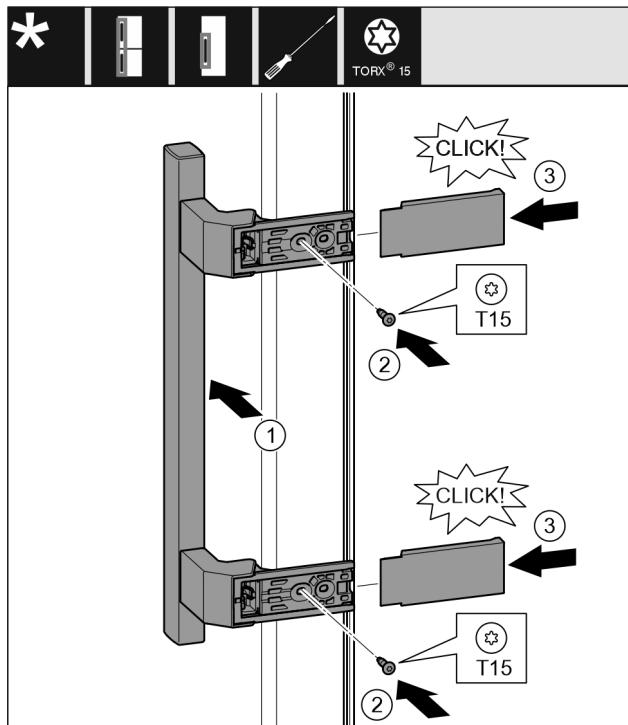

Fig. 17
- Установите ручку на противоположной стороне. Fig. 17 (1)
- Затяните винты отверткой T15. Fig. 17 (2)
- Установите крышки сбоку и надвиньте их. Fig. 17 (3)